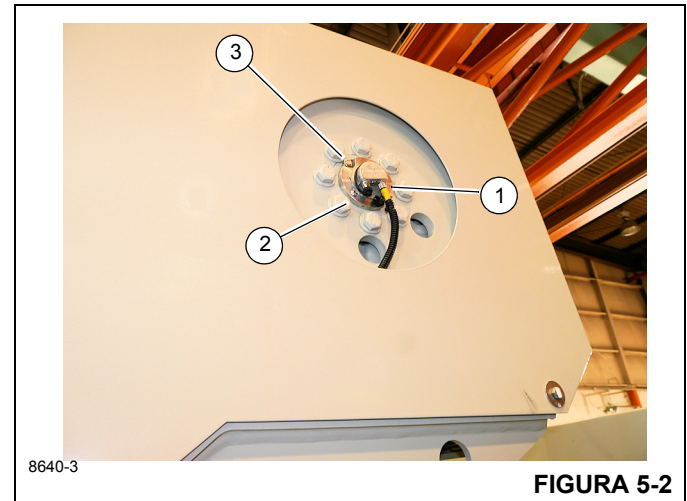

FIGURA 5-2
1. Solte o colar no conector e desconecte o cabo do DRI (1, Figura 5-2).
2. Remova os dois parafusos de retenção (2).
5. Empurre o DRI para dentro do tambor de forma que o entalhe esteja alinhado com o respiro (3, Figura 5-2).
6. Fixe o DRI com os parafusos de retenção (2, Figura 5-2).